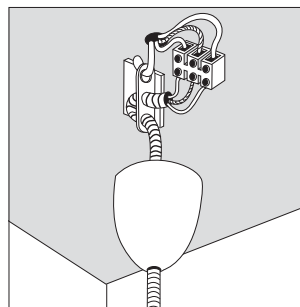

Abb.4
- c) Die Klemme des Versorgungskabels wie in Abb.4 angeben anschliessen.